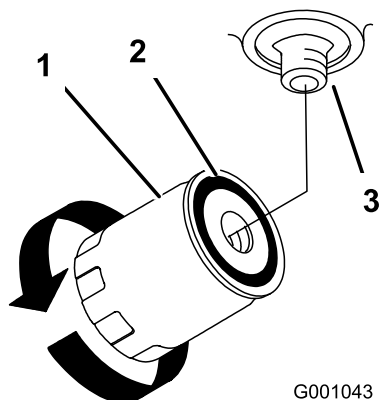

Bild 50
4. Stellen Sie eine Auffangwanne unter den Filter (Bild 50).
5. Entfernen Sie den Altfilter und wischen die Dichtfläche am Anbaustutzen (Bild 50) ab.
9. Drehen Sie den Ölfilter nach rechts, bis die Gummidichtung den Anbaustutzen berührt. Ziehen Sie ihn dann um eine weitere 1/2 Umdrehung fester (Bild 50).